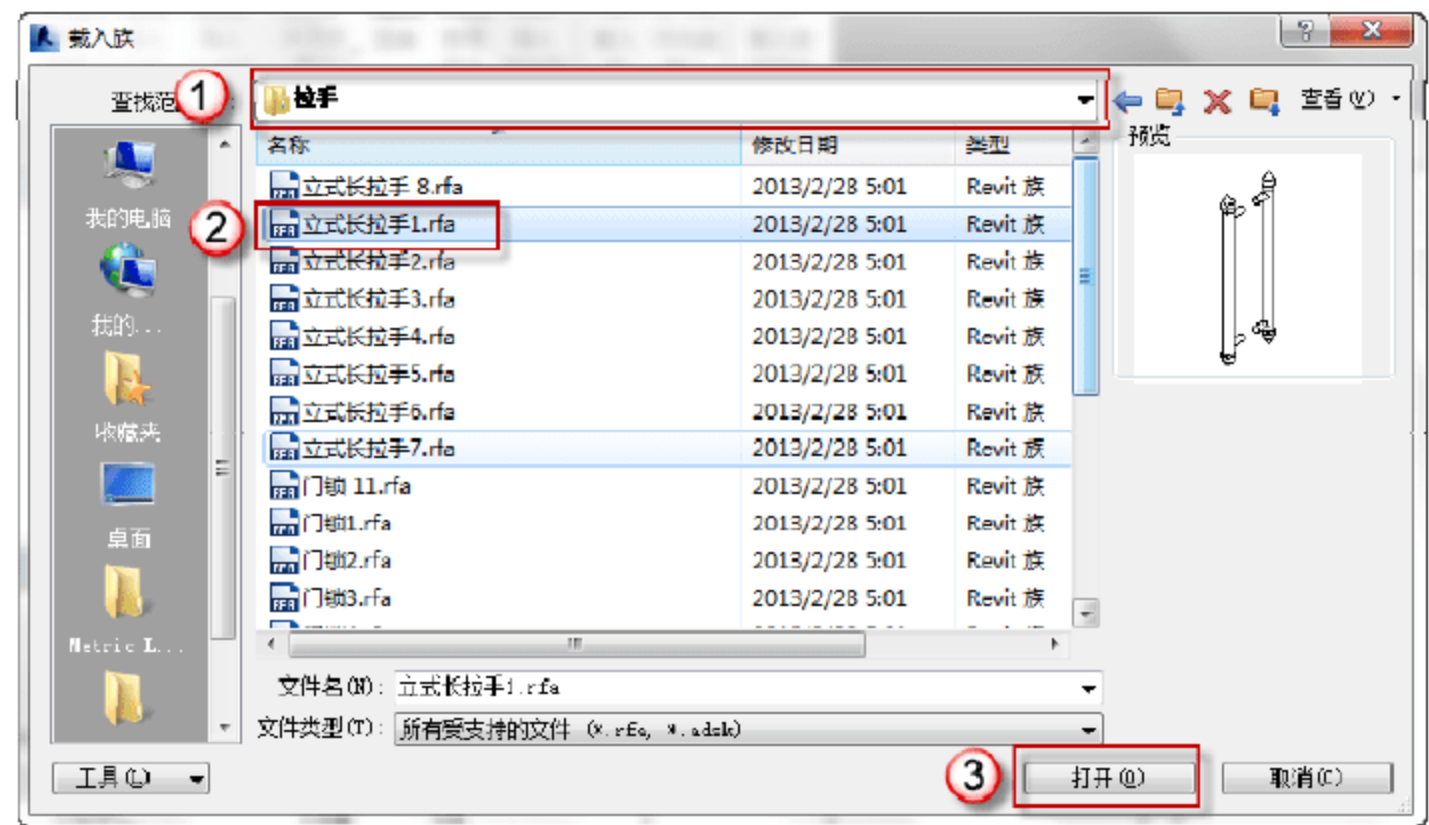

图 6.3.30 插入族“立式长拉手 1.rfa”
(28) 载入族“立式长拉手 1.rfa”。选择“项目浏览器”中的“楼层平面”→“参照标高”选项，进入门的参照标高视图。选择“插入”→“载入族”命令，弹出“载入族”对话框，打开“建筑”\“门”\“门构件”\“拉手”文件夹，选择“立式长拉手 1.rfa”，单击“打开”按钮，如图 6.3.30 所示。